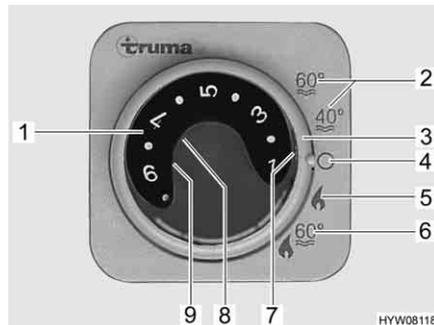

Fig. 185 Unidad de mando para la calefacción/caldera
- Ajustar el modo de funcionamiento con el interruptor giratorio (Fig. 185,3).
Según la temperatura ambiente deseada, la calefacción selecciona automáticamente la potencia de quemador necesaria. Cuando se alcanza la temperatura ambiente deseada se desconecta el quemador. En el modo de funcionamiento "calefacción y caldera" (Fig. 185,6), se calienta también el agua de la caldera. En el modo "calefacción sin caldera" (Fig. 185,5), la calefacción puede funcionar con la caldera vacía.
- Girar el botón giratorio de temperatura (Fig. 185,1) de la unidad de mando al nivel deseado.
- Situar el interruptor giratorio (Fig. 185,3) en el modo invierno "calefacción sin caldera" (Fig. 185,5) o en modo invierno "calefacción y caldera" (Fig. 185,6).
La luz de control verde (Fig. 185,7) se enciende.
- Ajustar el interruptor giratorio (Fig. 185,3) en "O" (Fig. 185,4).
La combinación de los funcionamientos a gas y con electricidad a 230 V acorta el tiempo de calentamiento del vehículo (esto sólo es posible si se ha ajustado el modo de invierno de la calefacción en la unidad de mando (Fig. 185)).